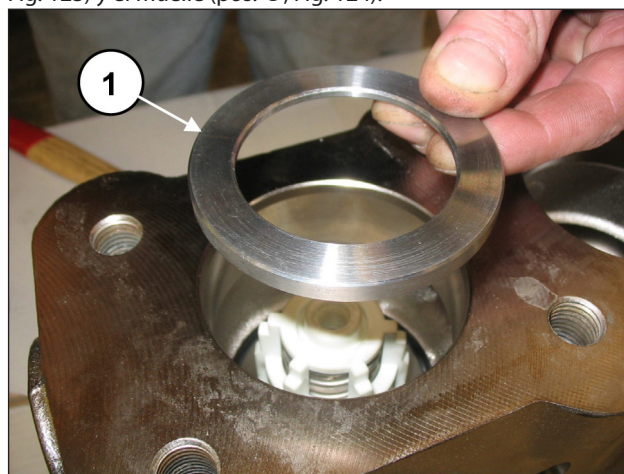
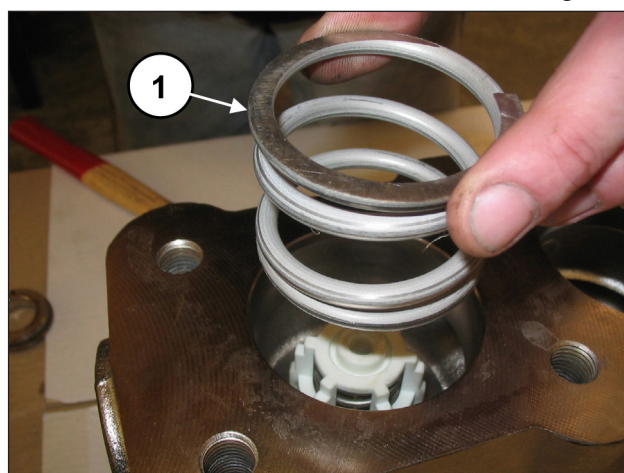

Fig. 123
Fig. 124
Introducir la anilla en el alojamiento de la válvula (pos. ①, Fig. 123) y el muelle (pos. ①, Fig. 124).